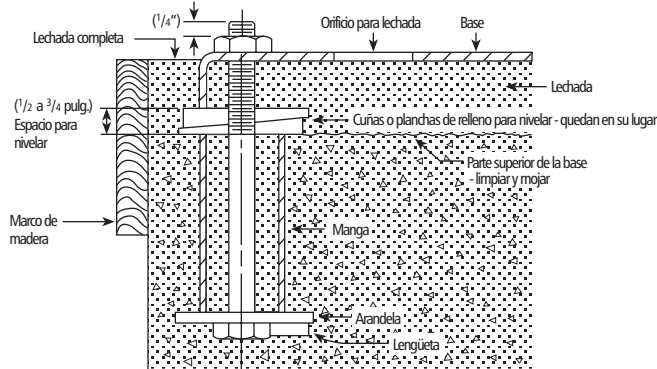

Figura 1
- Se recomienda enluchar la placa de base a un cemento con zapata sólida. Consulte la figura 1.